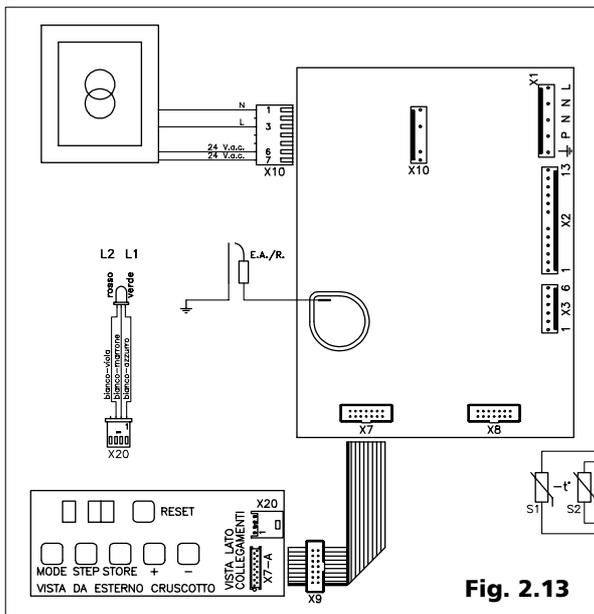

Fig. 2.13
2.10 Apparecchiatura di controllo, comando e display (Fig. 2.13)